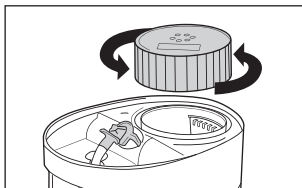

Fig. 2
3. Abra el tanque calentador de agua girando la tapa en el sentido contrario a las agujas del reloj, Fig. 2.